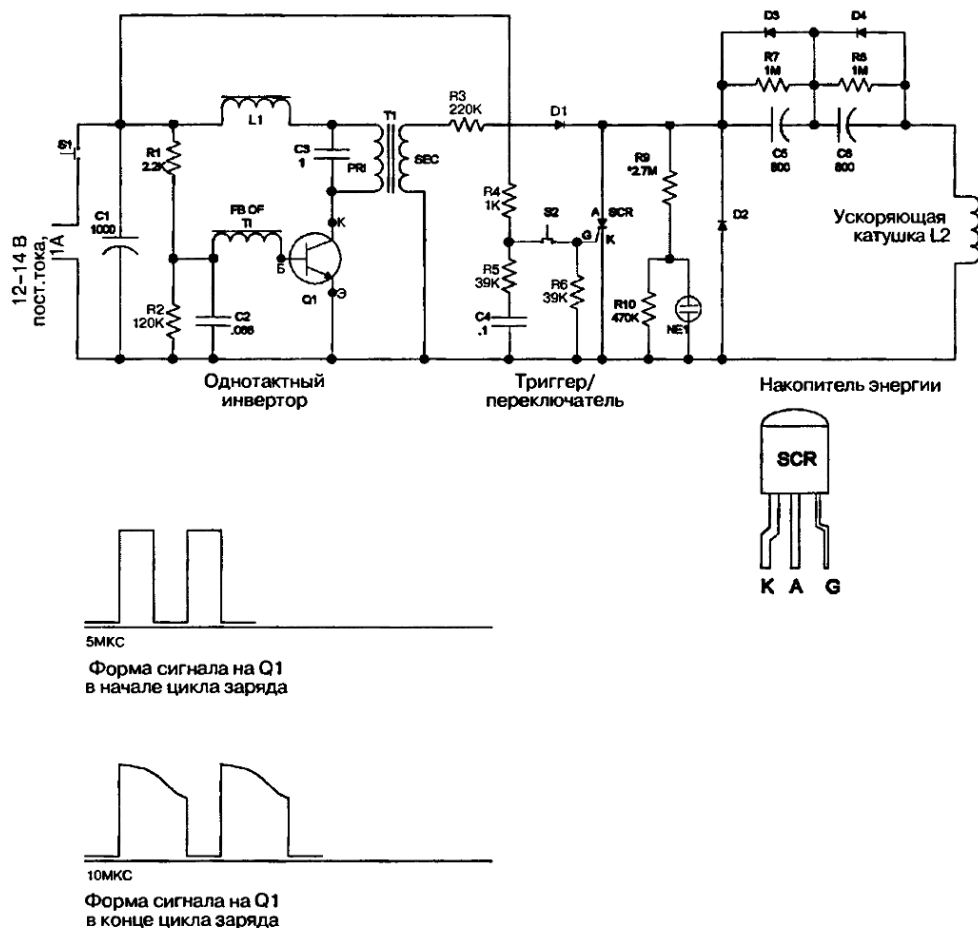

Рис. 2.2. Принципиальная схема устройства
Однотактная инверторная схема работает в режиме генератора импульсов. Она показана на рис. 2.2. Режим генерации создается за счет положительной обратной связи между цепями коллектора и базы транзистора Q1. Вывод коллектора подключен к первичной обмотке трансформатора PRI T1, а вывод базы – к обмотке обратной связи FB OF T1. Индуктивность первичной обмотки PRI T1 и конденсатор C3 образуют параллельный контур с резонансом на частоте, определяемой их параметрами, и являются коллекторной нагрузкой транзистора Q1. Входное напряжение питания постоянного тока 12 В и током нагрузки 1 А подается от внешнего источника низковольтного напряжения и управляется кнопкой выключения питания S1.
1. Подключите выводы вольтметра диапазона 1000 В к + С5 и – С6. Если у вас есть осциллограф, можете наблюдать форму волны на коллекторе Q1 и сверить ее с рис. 2.2.